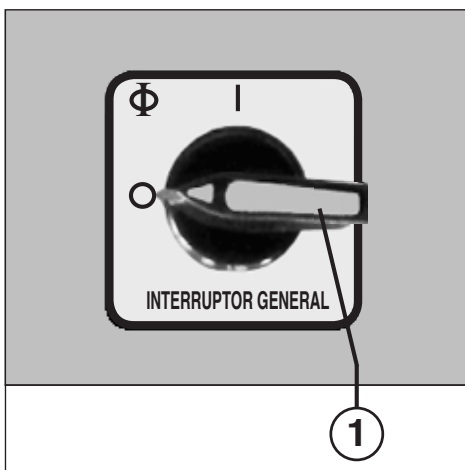

Fig. 1
ELEMENTOS DE MANEJO (Fig. 1, 2 y 4):
- 1 = Interruptor general (Paro de emergencia) (Fig. 1)**